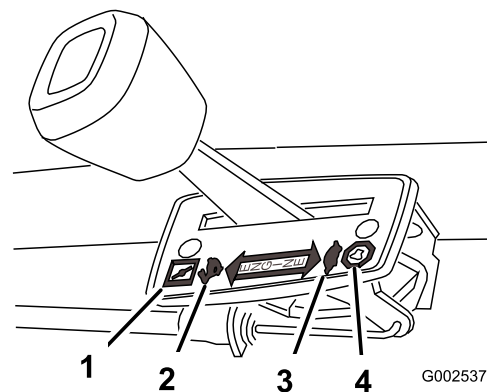

Figura 8
Los ajustes del acelerador se muestran en (Figura 8).
3. Mueva la palanca del acelerador a la posición Estárter (Figura 8).
4. Mueva el palanca de control de velocidad sobre el terreno a la posición de Punto muerto (N).